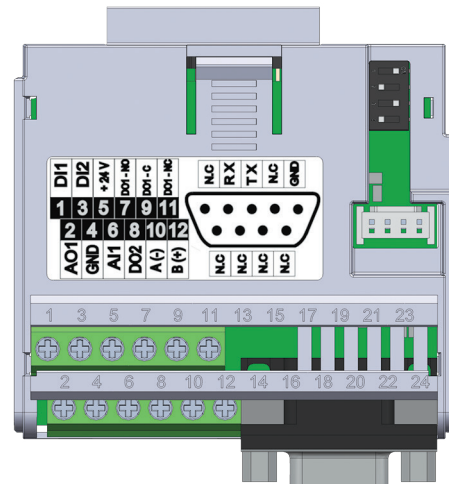

Abbildung 17.2: Steckmodul CFW500-CRS232
Das CFW500-CRS232 Steckmodul verfügt über eine Serielle Schnittstelle (1) über den RS-485-Port an den Anschlussklemmen 10 (A-) und 12 (B+), sowie über eine Serielle Schnittstelle (2) über den RS-232-Port am Standardanschluss DB9, vgl. Abbildung 17.2 auf Seite 17-1.